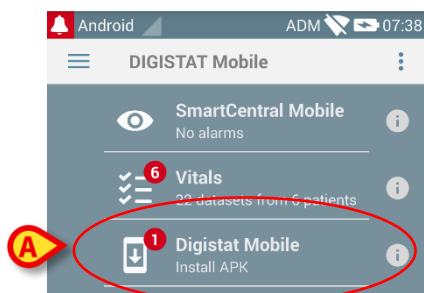

Fig 9
- Taper sur la ligne représentée sur la Fig 9 **A**.